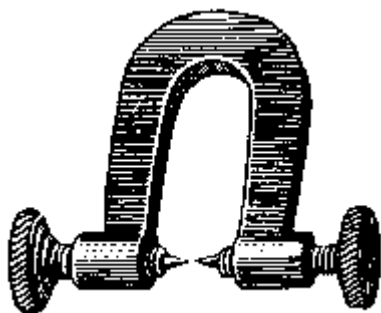

Рис. 131. Подковка для вывинчивания заломанных винтов
3. Если сломанный винт остался внутри отверстия, его зажимают с двух сторон остриями винтов подковки и, поворачивая от себя, эти винты одновременно отвинчивают оставшийся внутри отверстия сломанный винт (рис. 131).